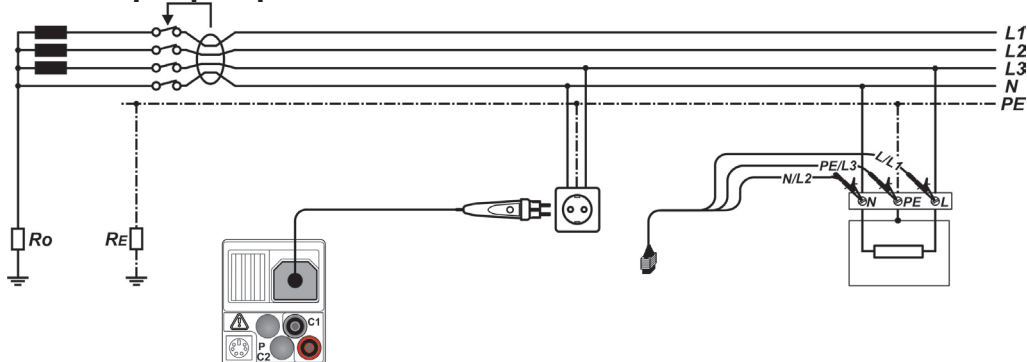

Рисунок 35
- Подключите** испытательную проводку (выводы) к исследуемому компоненту (см. Рисунок 35).
- Подключите** испытательные провода (выводы) к исследуемому компоненту (см. Рисунок 35: Подключение штатного щупа «plug commander» и 3-х проводного тестового кабеля).
- Подключите** измерительную проводку (выводы) к тестируемому элементу (см. Рисунок 35: Подключение штепсельного щупа «plug commander» и 3-х проводного тестового кабеля).
<ul style="list-style-type: none"> <li><input type="checkbox"/> Выберите функцию УЗО при помощи кнопок переключателя функций.</li> <li><input type="checkbox"/> Выберите подфункцию АВТО. Классификация результатов измерения <math>I_c</math> УЗО будет осуществляться одновременно с сохранением.</li> <li><input type="checkbox"/> Автоматическая проверка АУТО осуществляются одинаково независимо от выбранной подфункции. Тем не менее, важно выбрать соответствующую подфункцию, чтобы классифицировать правильно результаты измерений для учета в проверочной документации (отчетах об испытаниях).</li> <li><input type="checkbox"/> Установите тестовые параметры (при необходимости).</li> <li><input type="checkbox"/> Подключите испытательный кабель к прибору.</li> <li><input type="checkbox"/> Подключите измерительную проводку (выводы) к тестируемому элементу (см. Рисунок 35: Подключение штепсельного шнура «plug commander» и 3-х проводного тестового кабеля).</li> <li><input type="checkbox"/> Для проведения испытаний нажмите на кнопку ПРОВЕРКА (TEST).</li> </ul>	Начало испытаний